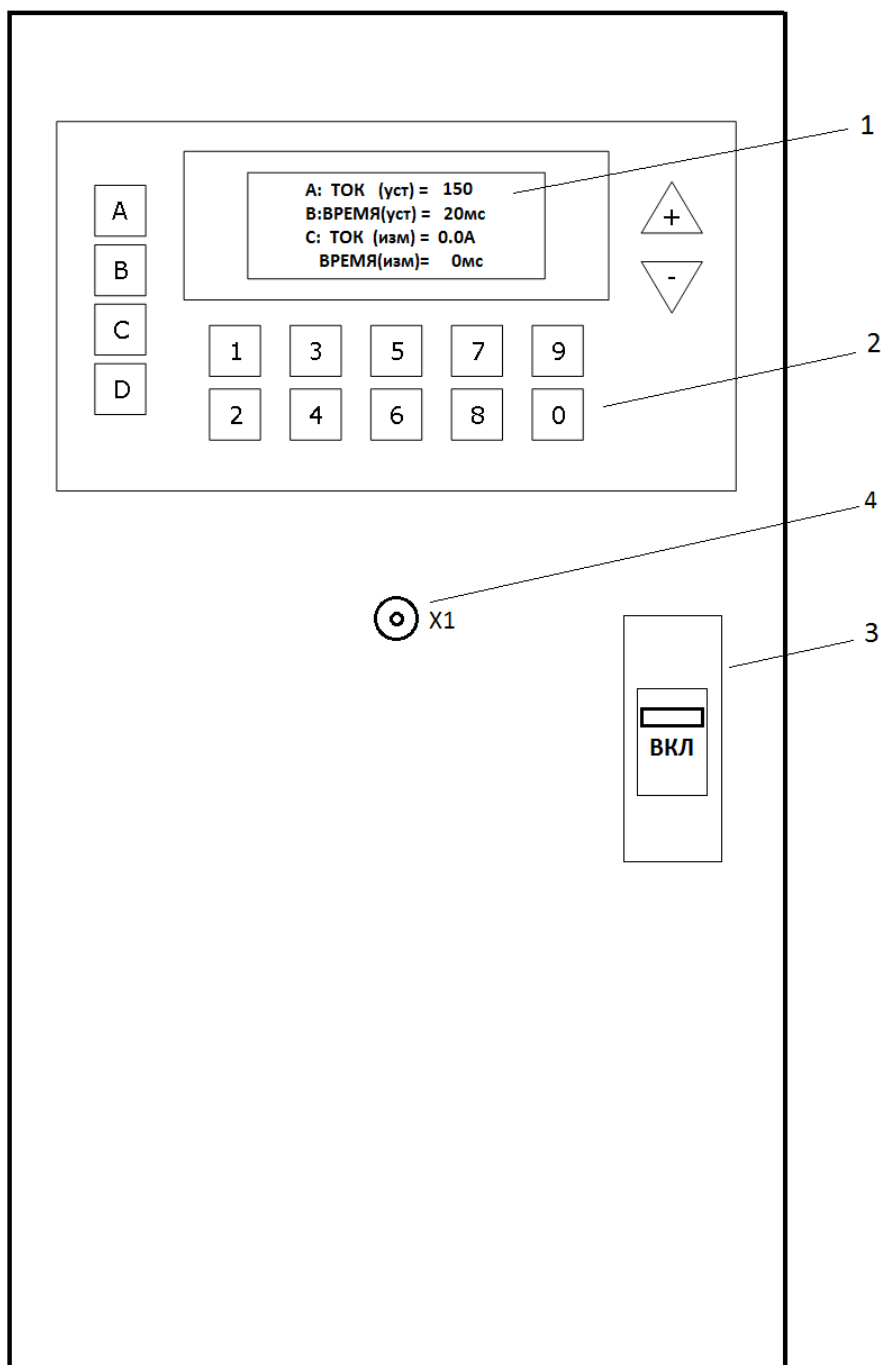

Рис.2. Передняя панель комплекта СИЛУС-Т 300А
4.3.2 Передняя панель комплекта представлена на рис.2. На ней расположены:
Внешний вид клавиатуры комплекта представлен на рис.2. Назначение клавиш клавиатуры приведено в таблице 1.
Внешний вид дисплея представлен на рис.2.